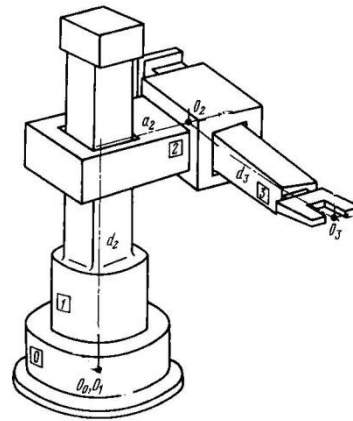

Рис. 3
3. Для промышленного робота - манипулятора, изображенного на рис. 3 построить системы координат звеньев манипулятора в соответствии с алгоритмом Денавита-Хартенберга (при построении системы координат указать положение начала систем координат звеньев и направления осей). Записать матрицы преобразований и матрицу перехода. Решить прямую позиционную задачу (определить положение точки  $O_3$  в системе координат связанной с основанием манипулятора). Определить ориентацию осей связанной